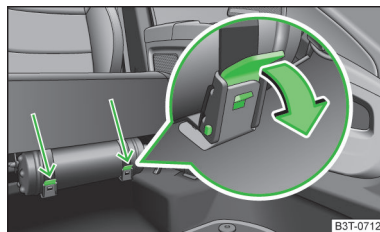

Fig. 177 Extincteur
- Détacher les deux sangles en tirant les dispositifs de sécurité respectifs dans le sens de la flèche » fig. 177.